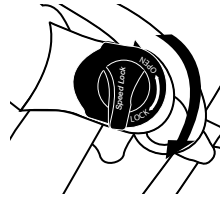

Abb. 20. Hebel in geschlossener Stellung
- Um eine Federgabel zu entsperren, drehen Sie den Lockout-Hebel bis zum Anschlag in die Richtung, die mit „Open“ gekennzeichnet ist. (Siehe Beispiele in *Abb. 20*)